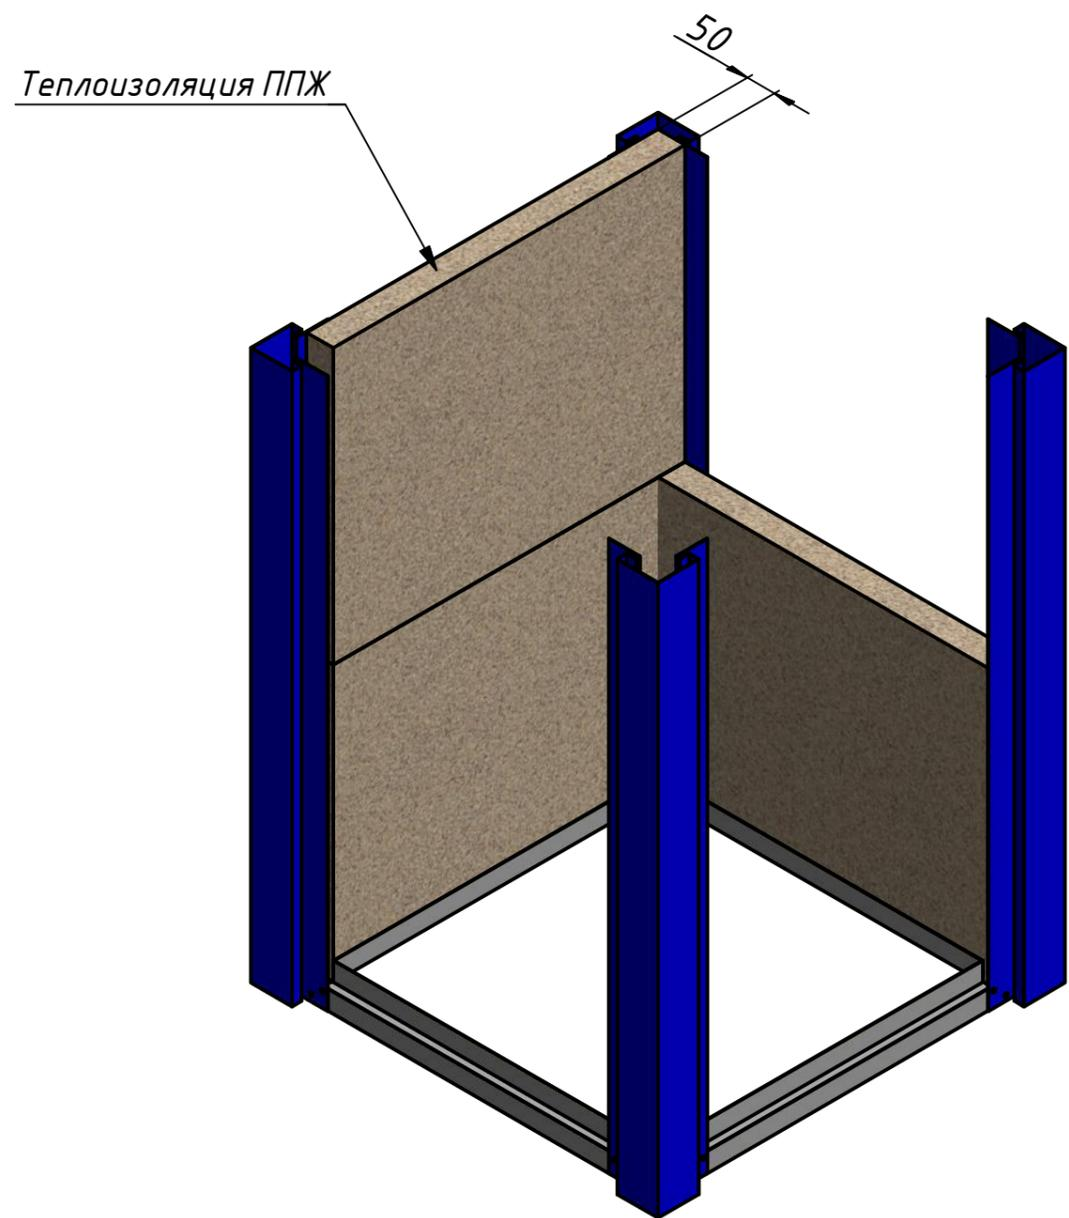

Рис.8
4.2.3. В основание каждой стороны конструкции уложить теплоизоляцию (50мм) (рис. 8)